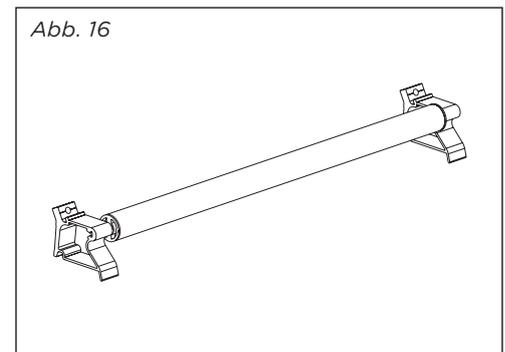

Abb. 16:
- Der Lichtspalt zwischen den zwei Tüchern wird durch eine Tuchschlitzabdeckung abgedeckt (siehe Abb. 16).